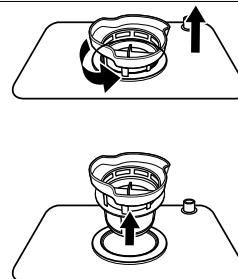

Abb. 24 – Filter entnehmen
- ▶ Um den Filter zu entnehmen, drehen Sie den Feinfilter ab und entnehmen Sie ihn (siehe Abb. 24).